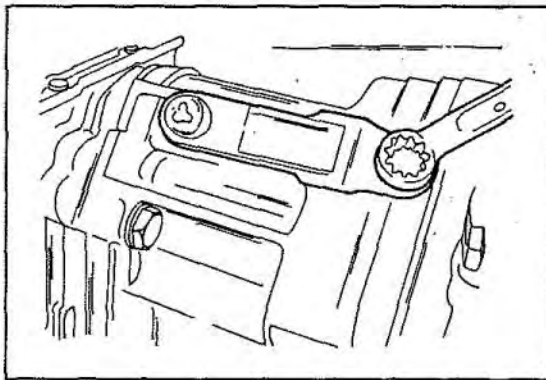
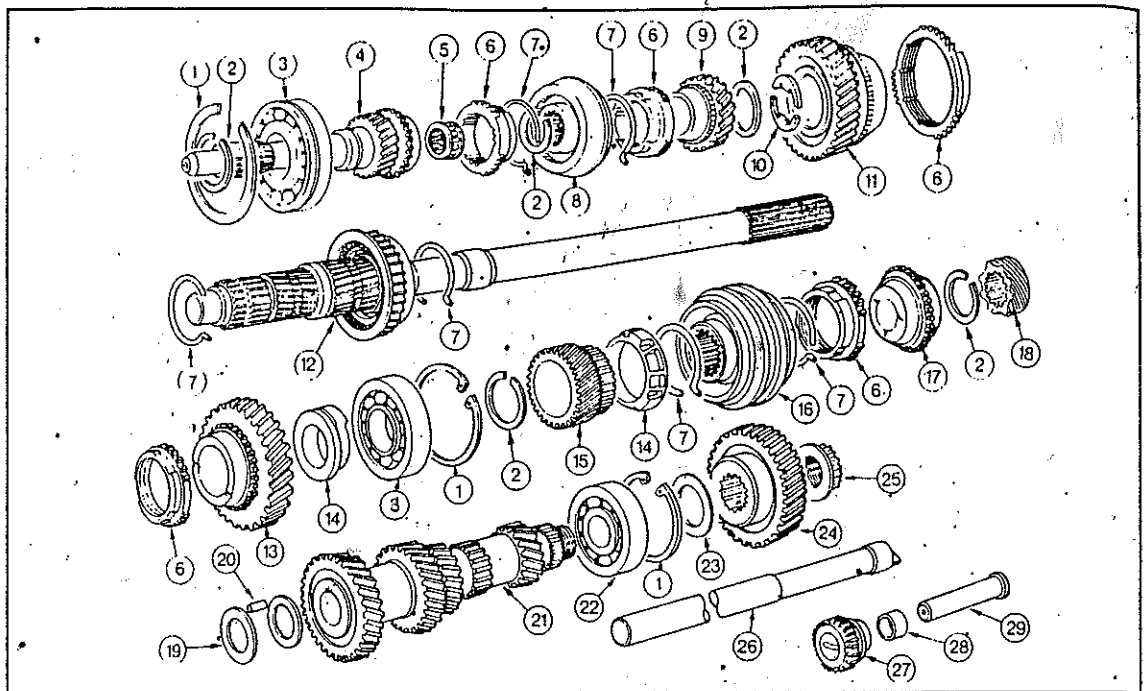

Bild 142
Bild 144
- Federspannstift aus dem Schaltfinger und der Schaltwelle herausschlagen (Bild 142). Bei der weiteren Zerlegung Bezug auf Bild 143 nehmen:
- Einen Sprengring (2) entfernen und den Synchronkörper für den 5. Gang (16) auf der Hauptwelle nach hinten schieben.
- Zwei Gänge einschalten, um das Getriebe zu blockieren und die Mutter des 5. Gangrades (25) von der Vorlegewelle lösen. Bei dieser handelt es sich um eine 12-Kant-Mutter.
- Vorgelegewelle (26) aus dem Getriebe ausschlagen.
- Zum Abziehen des Gangrades für den 5. Gang auf dem Vorgelege (24) wird ein Spezialwerkzeug gebraucht. Das Werkzeug wie in Bild 144 gezeigt ansetzen und das Gangrad herunterziehen. Den Abstandsring (23) abnehmen.
- Sprengring (1) des Vorgelegewellenlagers (22) entfernen.